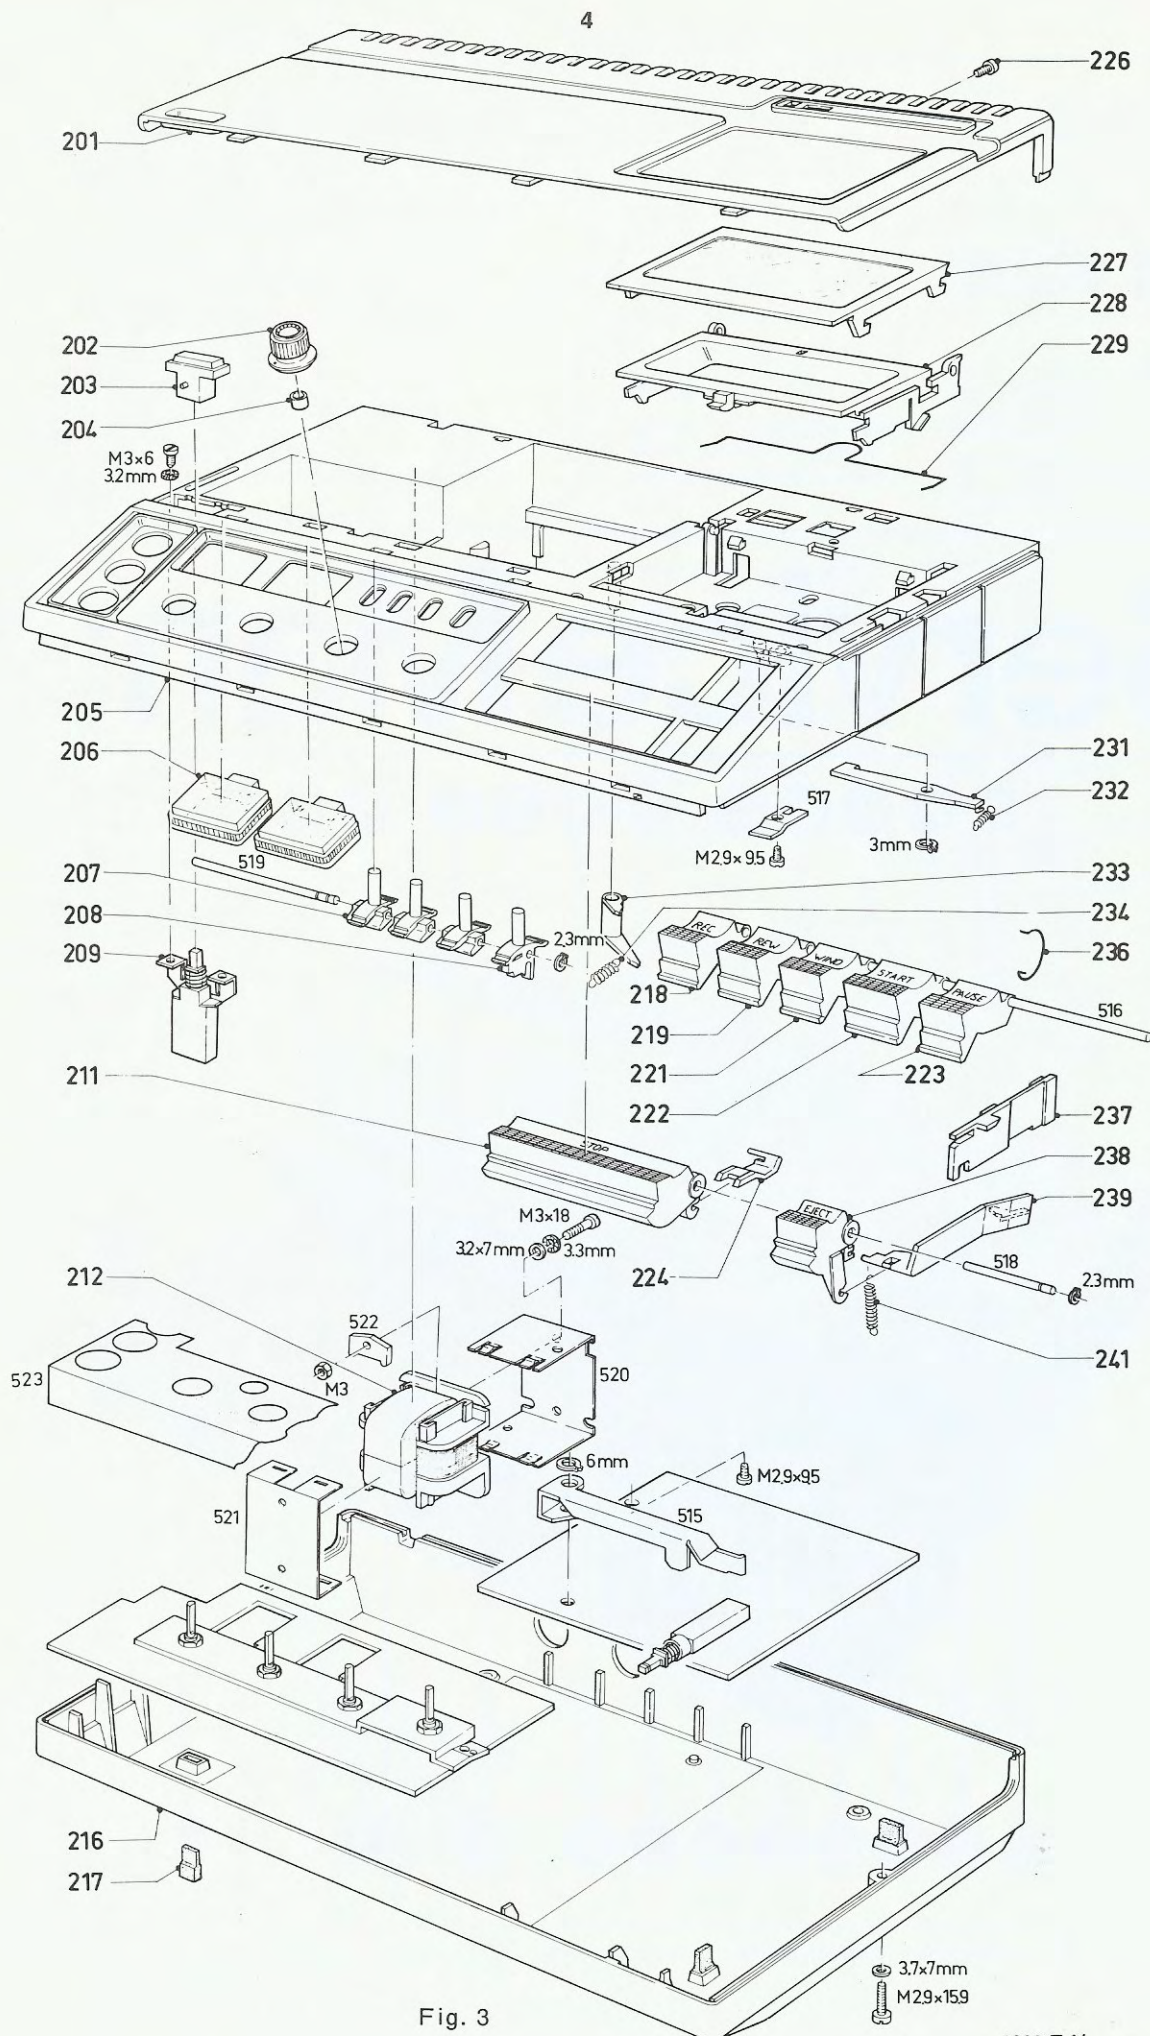

Fig. 3
### I. Verwijderen sierkap, pos. 201 (Fig. 3)
De zekeringen zijn bereikbaar na het verwijderen van sierkap 201 (Fig. 3).